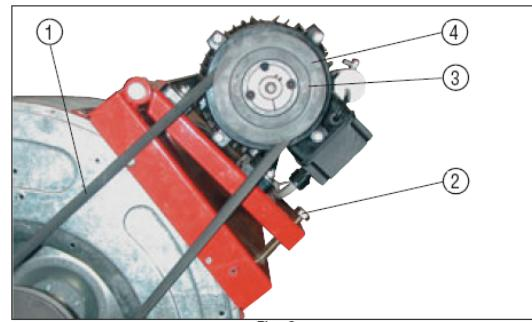

Fig. 2
- Dacă generatorul de aer cald are ventilatorul centrifugă montat și valoarea debitului de aer este diferită de debitul specific, trebuie să efectuați următoarele operații (Fig. 2):
- 2)deșurubați șurubul (2) căruțului motorului;
- 3)dați la o parte cureaua (1);
- 4)deșurubați șuruburile (3);
- 5)întoarceți partea mobilă (4) a roții de scripete deșurubând-o sau însurubând-o pentru a diminua sau crește rapiditatea rotației și deci, debitul de aer al ventilatorului;
- 6)blocați șuruburile (3);
- 8)repetați operațiile de la (1) la (7) până ce debitul de aer a ajuns la valoarea sa nominală.